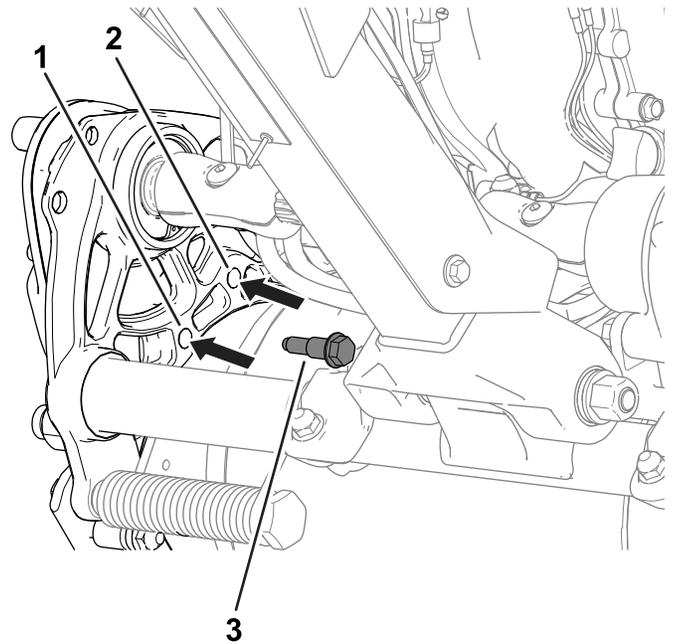

Figure 16
4. Fixez le boîtier du mécanisme d'entraînement sur le châssis à l'aide des boulons à épaulement retirés précédemment (Figure 16).
2. De chaque côté de la machine, retirez les boulons à épaulement (Figure 16) qui fixent le boîtier du mécanisme d'entraînement du tambour sur le châssis.